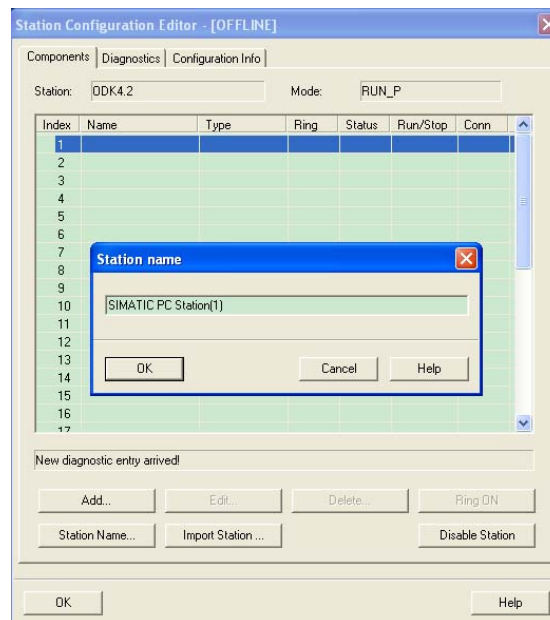

图 2
2.1 双击 SCE 图标，组态 PC STATION，如图 2，单击“Station Name”按钮，设置 PC STATION 名称,此次设为 SIMATIC PC STATION(1)。